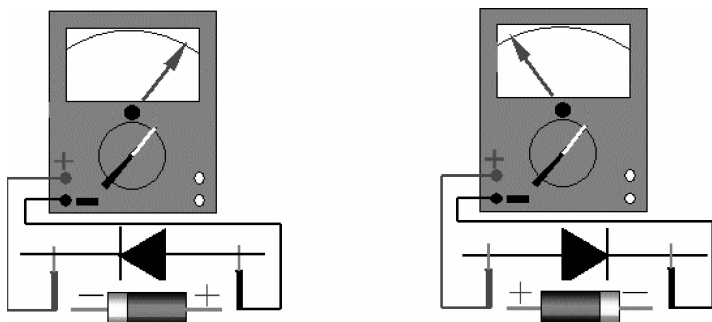

图 1-1-6 用万用表检测二极管
(2) 检测二极管
① 检测判别整流二极管极性：基于二极管的单向导电性原理，实践中常用万用表来检测判别其管脚及性能（图 1-1-6）。首先将万用表调至欧姆挡的 $R\times 1\text{ k}$ 或 $R\times 100$ （此时黑表笔接内部电池的正极，红表笔接内部电池的负极）；接着将万用表的红、黑表笔分别接到二极管两管脚，若测得电阻较小（几千欧以下），再将红、黑表笔对调后接于二极管管脚时，测得的电阻较大（几百千欧），则可判断该管质量较好，且测得电阻较小的那次黑表笔